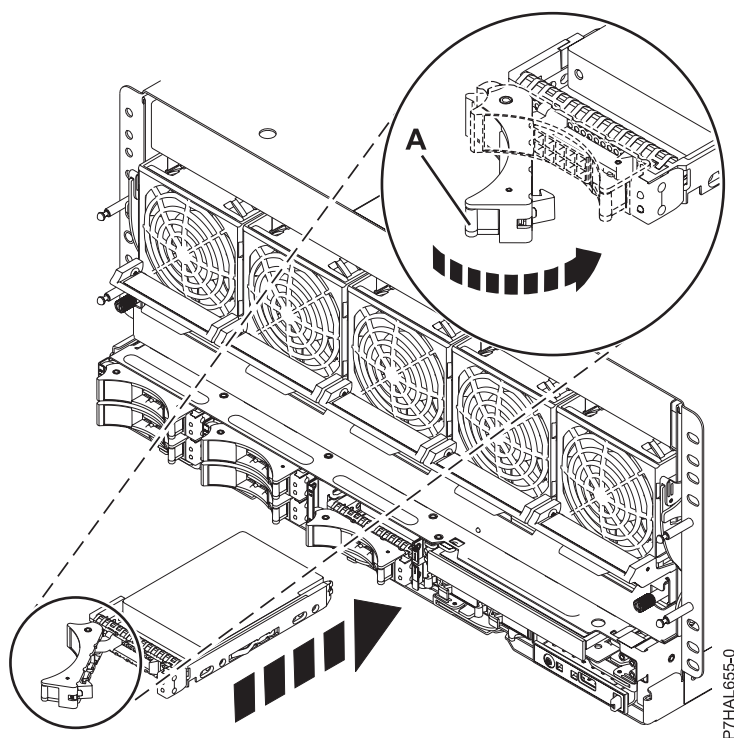

Figura 35. Sustitución de una unidad de disco en el sistema
7. Cuando el LED de identificación se encienda de manera fija, deslice la unidad de disco o la unidad de estado sólido hasta el fondo del sistema o de una unidad de expansión y empuje hacia adentro el asa de la unidad (A) hasta que quede encajada, como se muestra en Figura 35 en la página 60.